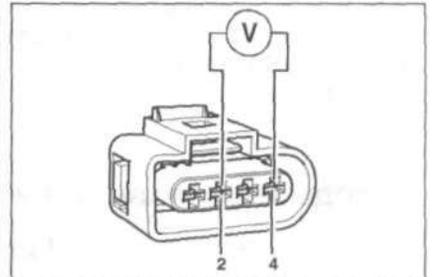

Рис. 4.48. Присоедините мультиметр для проверки напряжения с помощью проводов от V.A.G 1594 к контактам 2 и 4 разъема проводки.
3. Присоедините мультиметр для проверки напряжения с помощью проводов от V.A.G 1594 к контактам 2 и 4 разъема проводки (рис. 4.48).
10. Присоедините диодный тестер V.A.G 1527 с помощью проводов от V.A.G 1594 к контактам 1 и 4 (выход 1) и к контактам 2 и 3 (выход 1) отсоединенного разъема (рис. 4.48).